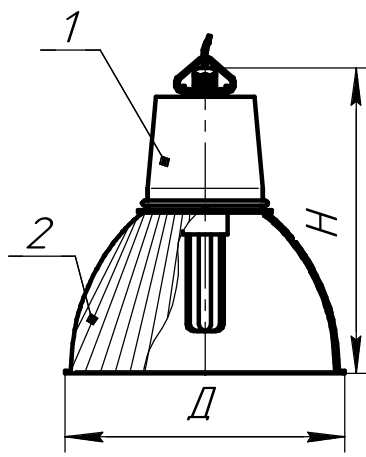
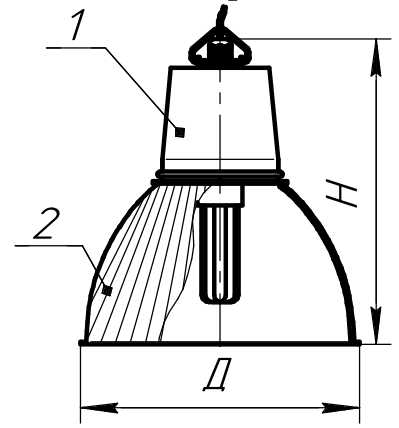

Рисунок 2
Рисунок 3
4.3 Светильники типа Spectr 85 FB состоят из корпуса в сборе поз. 1, в котором крепится патрон E27, рассеивателя в сборе поз.2, (см. рисунок 2).
4.4 Светильники типа Spectr 250 FB состоят из корпуса в сборе поз.1, в котором крепится патрон E40, рассеивателя в сборе поз.2, (см. рисунок 3).
6.3 Светильники типа Spectr 85FB см. рисунок 2.
6.3.1 Соедините корпус в сборе поз.1 с рассеивателем в сборе поз.2 см.рисунок 2, затяните винты.
Spectr 250FB см.рисунок 3.
6.4.1 Соедините корпус в сборе поз.1 с рассеивателем в сборе поз.2 см.рисунок 3, затяните винты.
или рисунок 2, или рисунок 3